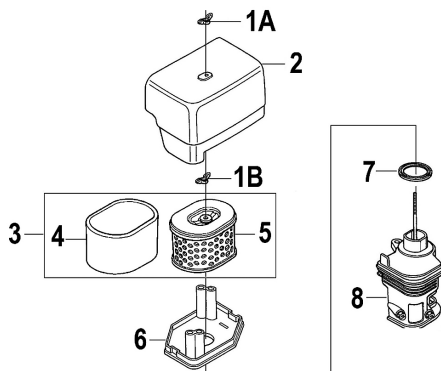

Рис. 26 Обслуживание воздушного фильтра
1. Открутите барашковую гайку 1А и снимите крышку 2 воздушного фильтра (Рис. 26).
2. Открутите барашковую гайку 1В и извлеките из корпуса воздушный фильтр 3 в сборе (Рис. 26).
3. Проверьте целостность и чистоту фильтрующих элементов. Поролоновый (предварительный) фильтрующий элемент 4 установлен на корпусе бумажного фильтрующего элемента 5 (Рис. 26).
4. При незначительном загрязнении промойте поролоновый фильтрующий элемент 4 (Рис. 26) теплым мыльным раствором и просушите. Поврежденный или сильно загрязненный поролоновый фильтрующий элемент замените.
5. Произведите очистку корпуса 8, опоры крышки 6 и крышки 2 воздушного фильтра, не допуская попадания пыли и грязи в воздуховод, ведущий к карбюратору (Рис. 26).
- Перед установкой воздушного фильтра убедитесь, что уплотнительное кольцо 7 воздушного фильтра находится на месте и не имеет повреждений (Рис. 26).